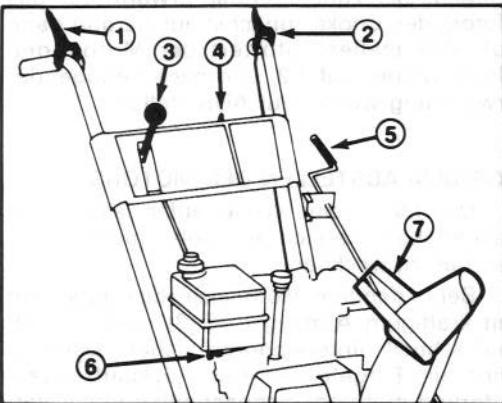

Abbildung 13
Räumwerkkuplungshebel (Abb. 13) — Dieser Hebel hat zwei Stellungen: EIN und AUS. Zum Einschalten des Räumwerks und Gebläses den Hebel zum linken Griffholm drücken. Um den Antrieb zu stoppen, den Hebel loslassen.
Antriebshebel (Abb. 13) — Zur Betätigung des Antriebs, den Hebel zum linken Griffholm drücken. Um den Antrieb zu stoppen, den Hebel loslassen.
Geschwindigkeitsschalter (Abb. 13) — Dieser Schalter hat vier Stellungen: Rückwärts, 1, 2 und 3. Zum Einlegen der Gänge den Hebel in die gewünschte Stellung bringen. Der Hebel sperrt sich in jeder Gangstellung in die entsprechende Kerbe. Die Stellungen 1, 2 und 3 entsprechend der Schneeverhältnisse verwenden.
Zündschloß (Abb. 13) — Das Zündschloß hat zwei Stellungen: EIN und AUS. Den Zündschlüssel EIN drehen, ehe der Motor mit dem Rücklaufstarter angeworfen wird. Zum Abstellen des Motors den Schlüssel auf AUS drehen.
Benzinhahn (Abb. 13) — Der Benzinhhahn befindet sich unten am Kraftstofftank. Den Benzinhhahn schließen, um den Kraftstofffluß vom Kraftstofftank zu stoppen. Den Hahn öffnen, damit das Benzin in den Vergaser fließen kann. Den Benzinhhahn schließen, wenn die Fräse nicht im Betrieb ist.
Auswurfschwenkkurbel (Abb. 13) — Wird die Kurbel nach rechts gedreht, schwenkt der Auswurf nach links; wird die Kurbel nach links gedreht, so schwenkt der Auswurf nach rechts.
Griff am Ablenklech (Abb. 13) — Der Ablenklech-Griff sitzt oben am Auswurf und bestimmt die Schneeauswurfhöhe.
3. Den Benzinhhahn unten am Kraftstofftank öffnen (Abb. 13).
5. Den Zündschlüssel auf EIN drehen (Abb. 13).
1. Räumwerkkuplungshebel und Antriebshebel lösen (Abb. 13)